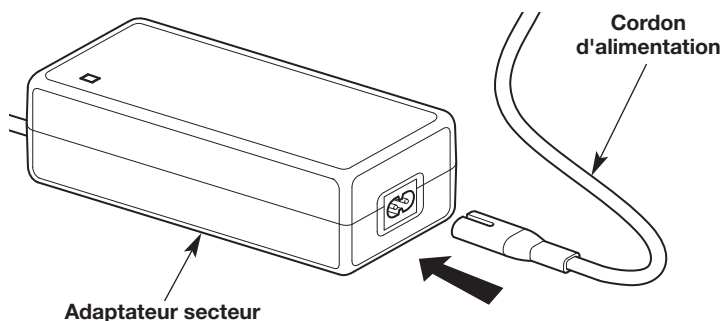

Fig. 6
1. Branchez le cordon d'alimentation sur l'adaptateur secteur (Fig. 6).